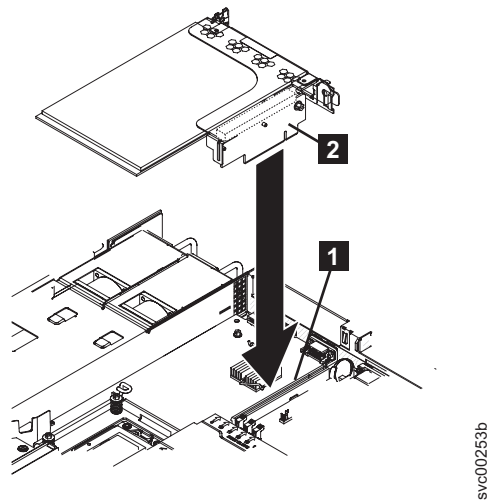

図 190. SAN ボリューム・コントローラ 2145-CF8 の高速 SAS ライザー・カード・アセンブリの再取り付け
**3** に位置合わせします。アダプターがライザー・カードにカチッとハマったことを確認します。図 190 に示すように、ライザー・カード・エッジ・コネクタを、システム・ボード・コネクタ **5** にしっかりと押し込みます。